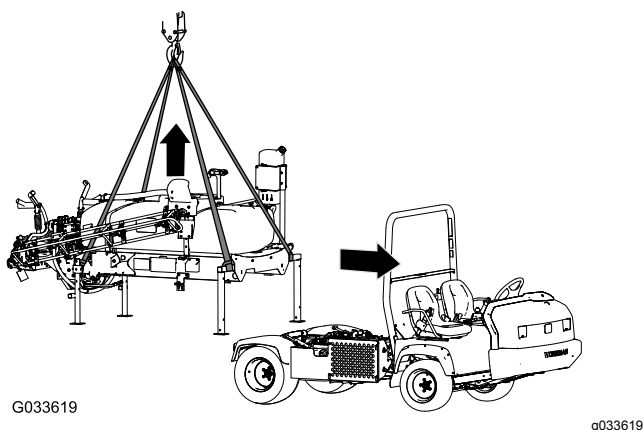

Рисунок 135
- Опустите стрелы приблизительно на угол 45° и затем поверните их вперед (Рисунок 135).
5. Подсоедините подъемное оборудование к горизонтальным трубкам передних подъемных опор и вертикальным стойкам задних подъемных опор (Рисунок 135).
7. Поднимите раму бака с автомобиля на достаточную высоту, чтобы освободить раму от автомобиля (Рисунок 135).